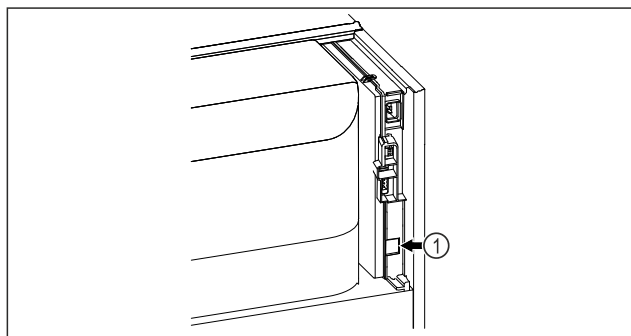

Fig. 73
- SmartModule Fig. 73 (1) se rabi.